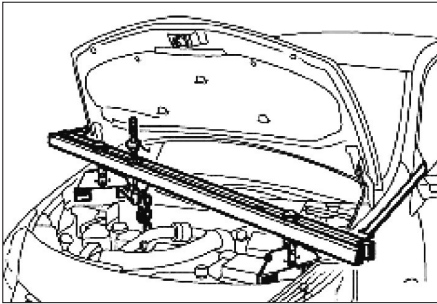

Fig. 10
- Réaliser un montage en soutien sous le moteur à l'aide d'un cric muni d'une cale en bois ou utiliser l'outil [1] de soutènement fixé en diagonale (Fig.10).